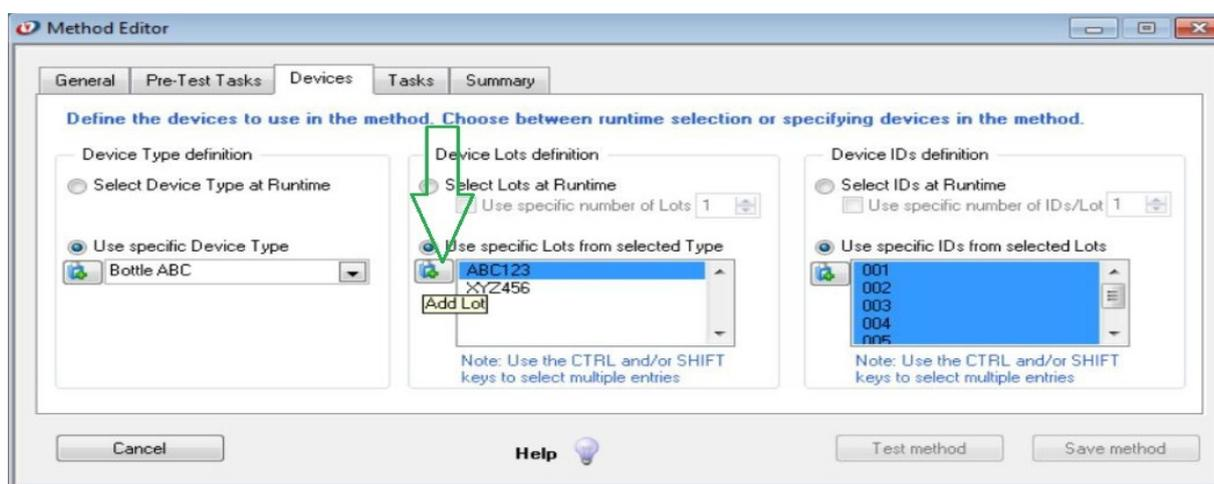

Figura 74. Editor de método, guia dispositivos criação de novo dispositivo.
- b) Crie um lote novo do dispositivo, clique no botão *Add Lot* conforme Figura 74. Uma caixa de diálogo irá aparecer em seguida.